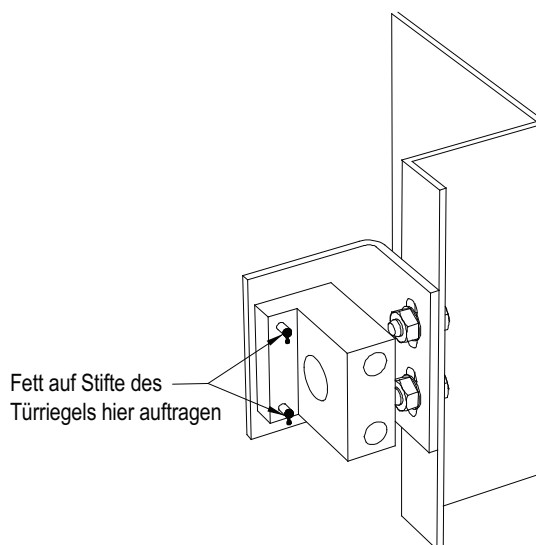

Abbildung 251 – An der Tür montiertes Türriegelgegenstück
3. Öffnen Sie die Türen des Schaltschranks und überprüfen Sie die Schlüsselbaugruppe. Bringen Sie gut sichtbares Fett auf den Stiften des Türriegelgegenstücks auf. Der Hersteller empfiehlt die Verwendung eines gelben Schraubendichtmittels. Falls dies nicht zur Verfügung steht, reicht auch ein gewöhnliches Fett. (Siehe Abbildung 251)